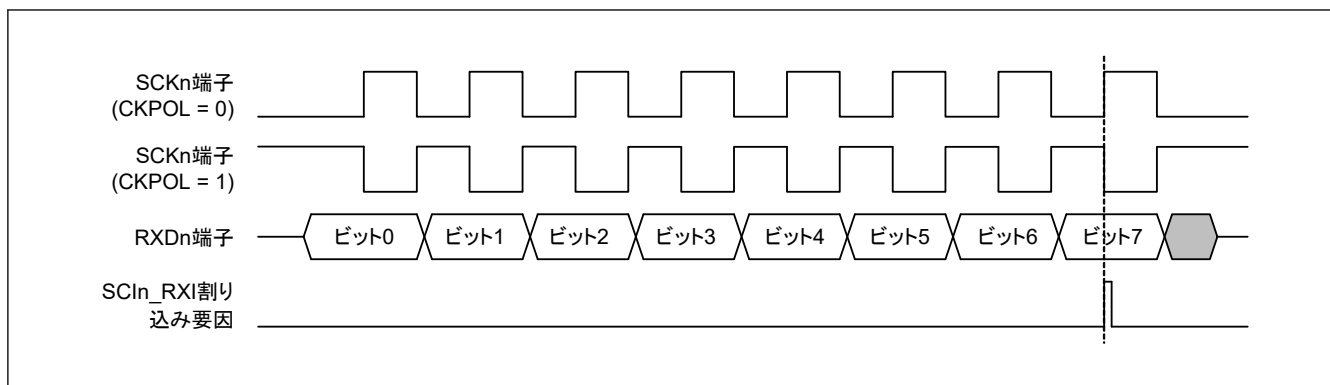

図 25.125 簡易 SPI モードにおける SCIIn_RXI 割り込みの発生タイミング (クロック遅れあり)
- クロック遅れあり (SPMR.CKPH ビット = 1) では、図 25.125 に示すように、SCK_n 端子の最終クロックエッジ手前のクロックエッジで受信データフル割り込み (SCI_{IN_RXI}) が発生します。SCR レジスタの TE ビットと RE ビットを SCK_n 端子の最終クロックエッジより前に 0 にすると、SCK_n 端子出力がハイインピーダンスとなり、送受信クロックの最後のクロックパルス幅が短くなります。また、SCI_{IN_RXI} 割り込みの発生によって、SCK_n 端子の最終クロックエッジより前に接続先スレーブの SS_n 端子入力信号が High になった場合、スレーブが誤動作する可能性があります。